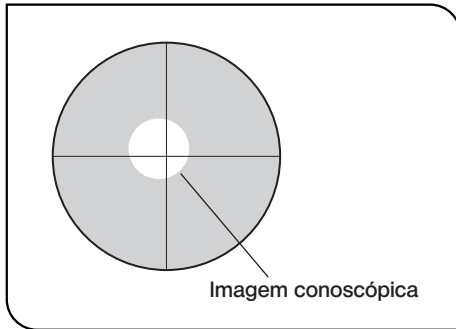

Fig. 26
6. Para aumentar a iluminação e facilitar a observação da imagem conoscópica durante o ajuste do eixo óptico, rode ligeiramente o analisador, afastando-o da posição de extinção total. (fig. 26)